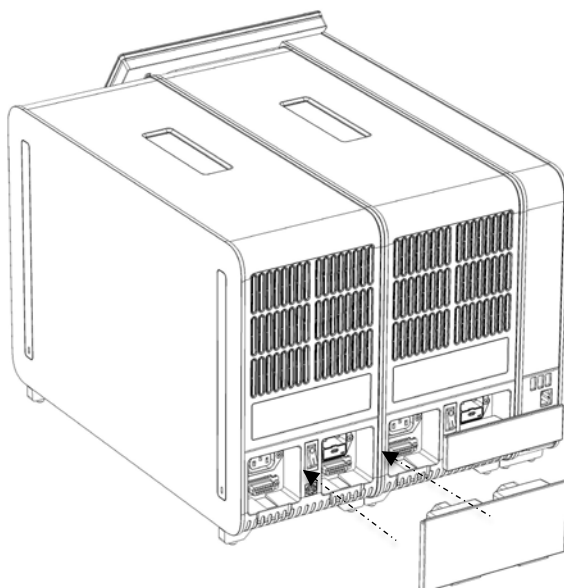

Figure 18. Connexion du pont de module analytique/analytique.
6. Connectez le pont du module analytique/analytique à l'arrière du QIAstat-Dx Analyzer 1.0 pour connecter ensemble les deux modules analytiques (figure 18).